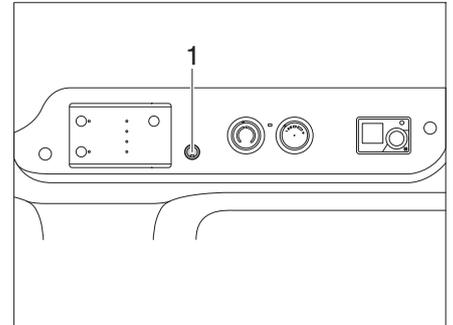
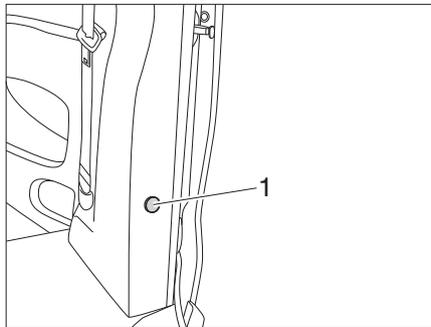

Bild 39 Taster an der Bedienkonsole
Bild 40 Taster am Einstieg
- Taster am Einstieg (Bild 40,1) oder Taster (Bild 39,1) nach unten drücken. LED-Lichtleisten unter der Liegefläche leuchten.
- Taster (Bild 39,1 bzw. Bild 40,1) 1× kurz drücken. Die LED-Lichtleisten leuchten mit voller Helligkeit.
- Taster (Bild 39,1 bzw. Bild 40,1) ca. 3 Sekunden drücken, bis die niedrigste Helligkeit erreicht ist.
- Taster (Bild 39,1 bzw. Bild 40,1) so lange gedrückt halten, bis die gewünschte Helligkeit erreicht ist.